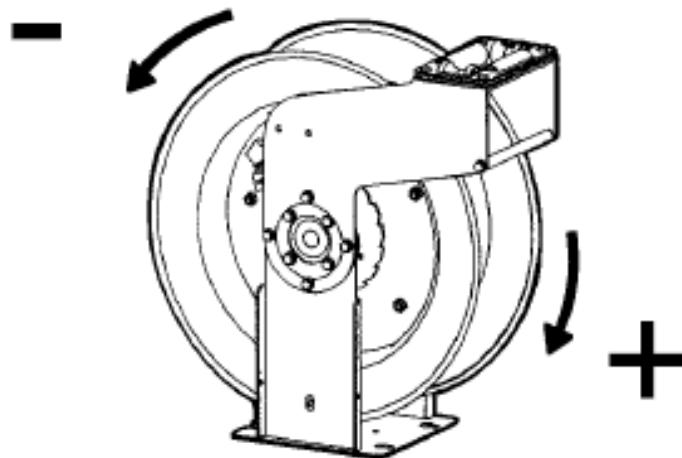

Fig. 6
5. Rotate the reel either to increase or decrease the tension (figure 6).
5. Faire tourner la bobine pour augmenter ou diminuer la tension du ressort. (voir la Figure 6).
4. Rotera trumman för att antingen spänna eller släppa på fjäderns spänning. (fig. 6).